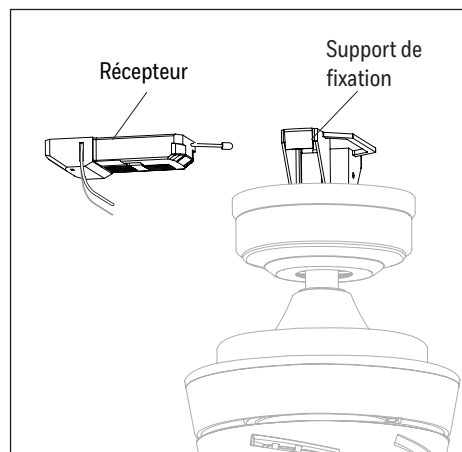

Figure 3.5
5. Insérez le récepteur dans le support de fixation en insérant l'antenne en premier et en orientant le côté plat vers le plafond. Remarque : Le récepteur reposera directement sur la tige (Figure 3.5).